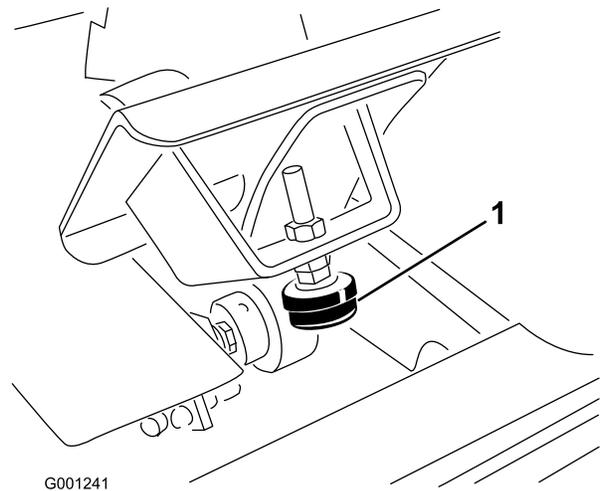

Bild 66
1. Prüfen Sie die Einstellung des Anschlages des Fahrpedals. Der Pedalanschlag (Bild 66) sollte den Rahmen leicht berühren, bevor die Pumpe den ganzen Hub durchlaufen hat.